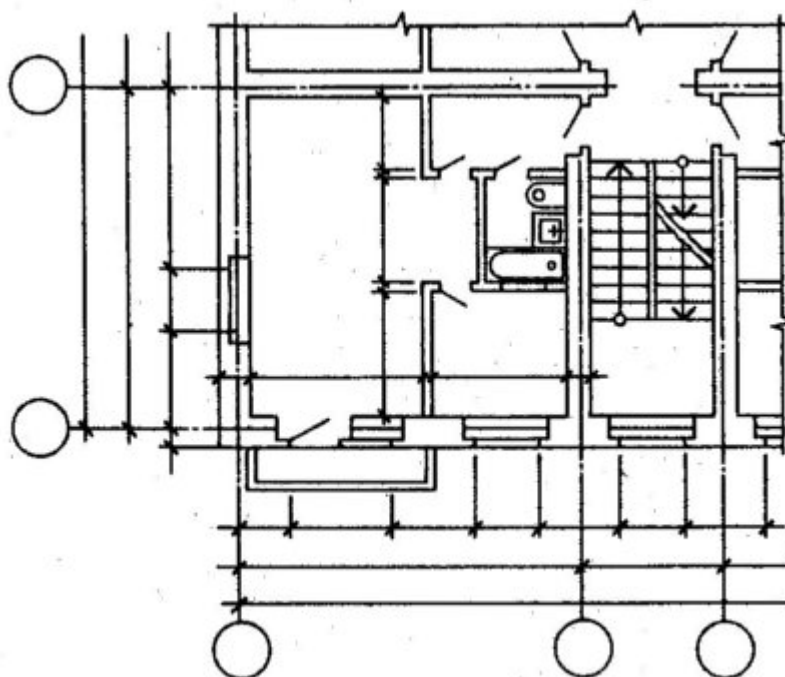

Рисунок 3 - Нанесение оконных и дверных проемов, лестниц и площадок
8) Показать открывание дверей и указать расположение лестниц с нанесением всех ступенек и площадок по ГОСТ 21.101-97 (рисунок 3).